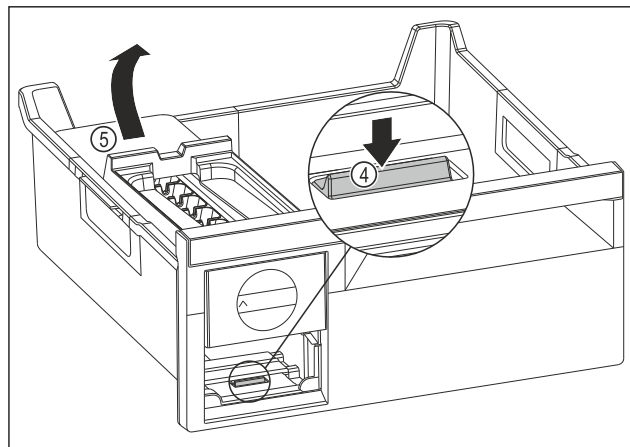

Fig. 110
- Estrarre il corpo dell'EasyTwist-Ice: Con un dito spingere la linguetta Fig. 110 (4) verso il basso e allo stesso tempo, con l'altra mano, sollevare il corpo dell' EasyTwist-Ice Fig. 110 (5) da dietro.